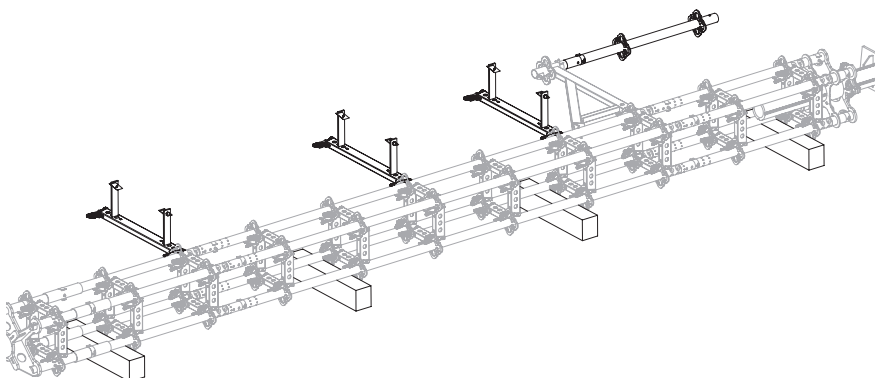

Fig. A6.06
4. Martellare i connettori scala UAC-2 (**31**) nelle rosette dei montanti. (Fig. A6.06 + A6.06a)